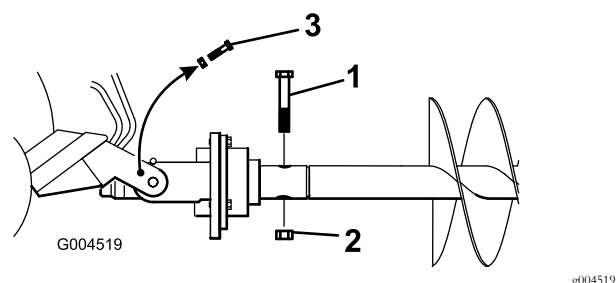

Bild 8
9. Befestigen Sie den Erdbohrer mit einer Schraube (7/8" x 4-1/2") und einer Mutter (7/8") am Antriebskopf (**Bild 8**).
10. Nehmen Sie die Schrauben und Muttern von den Wiegearmen ab, die Sie ggf. in den Schritten **Bild 1** und **Bild 8** montiert haben.